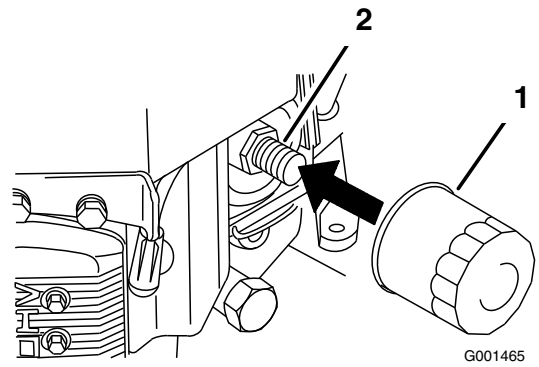

Figura 27
- Retire el filtro de aceite usado (Figura 27).
- Aplique una capa fina de aceite nuevo a la junta de goma del filtro nuevo (Figura 27).
- Instale el filtro de repuesto en el adaptador de filtro; gire el filtro en el sentido de las agujas del reloj hasta que la junta de goma entre en contacto con el adaptador del filtro, luego apriete el filtro tres cuartos de vuelta más (Figura 27).